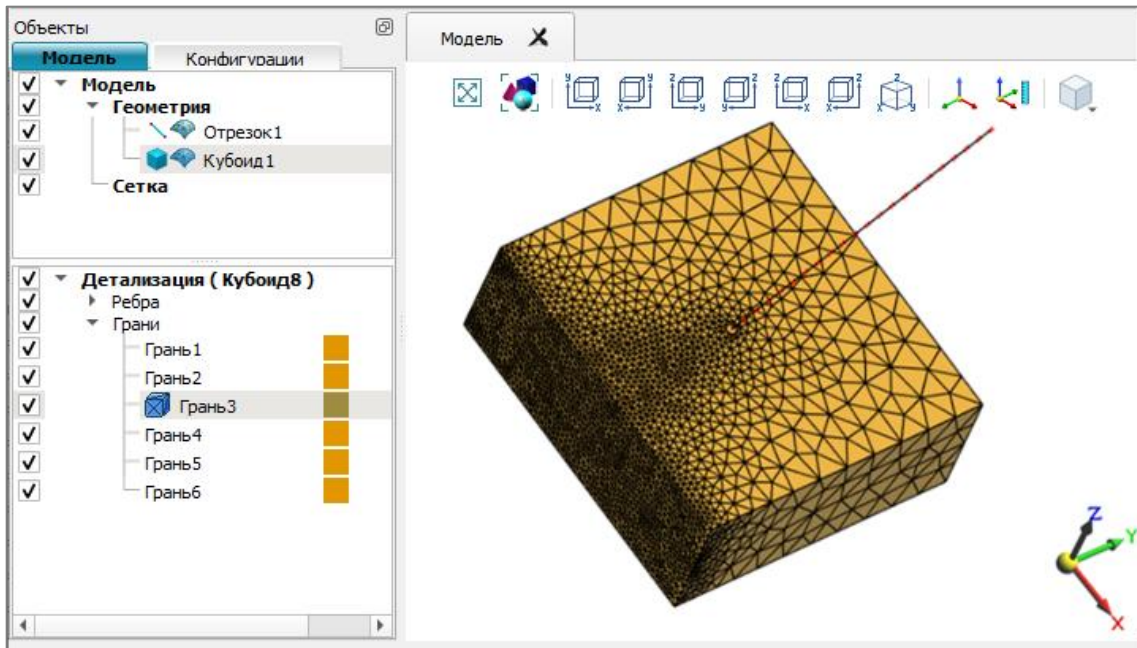

Рис. 104
13.1.6. На рис. 104 показан пример построения сетки с заданным шагом разбиения одной грани, отличным от шага разбиения сетки на всём объекте.